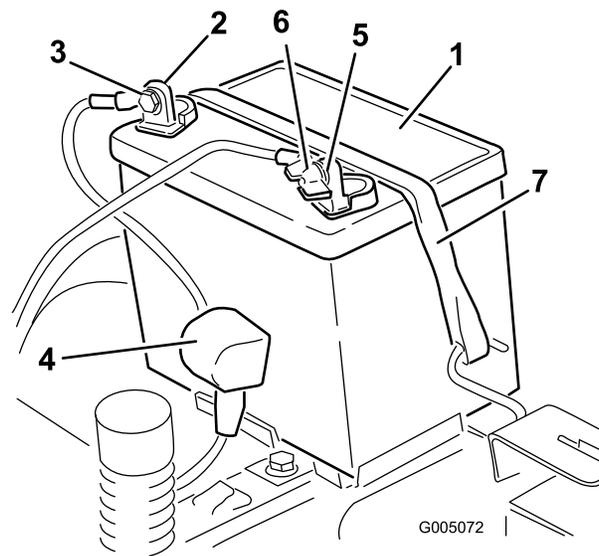

Figura 37
4. Desconecte el cable negativo de tierra (negro) del borne de la batería (Figura 37). Guarde todos los herrajes.
del borne de la batería (Figura 37). Guarde todos los herrajes.
6. Retire la correa de sujeción de la batería (Figura 37) y levante la batería para retirarla de su bandeja.
1. Coloque la batería en la bandeja (Figura 37).
5. Fije la batería con la correa de sujeción (Figura 37).